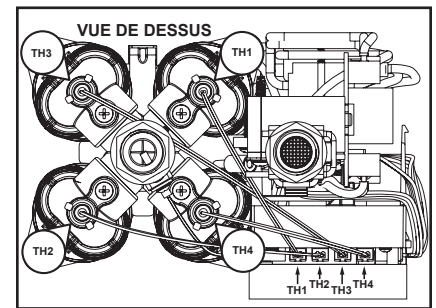

Figure 26 - Installation correcte des thermistances de chambre.
chambre pour identifier le connecteur correspondant sur la carte de commande. Voir Figure 26.
**8** Remonter la carte de commande. Réutiliser les vis retirées précédemment pour attacher la carte de commande. Serrer les vis à la main, NE PAS trop serrer. Voir Figure 26, page 20.